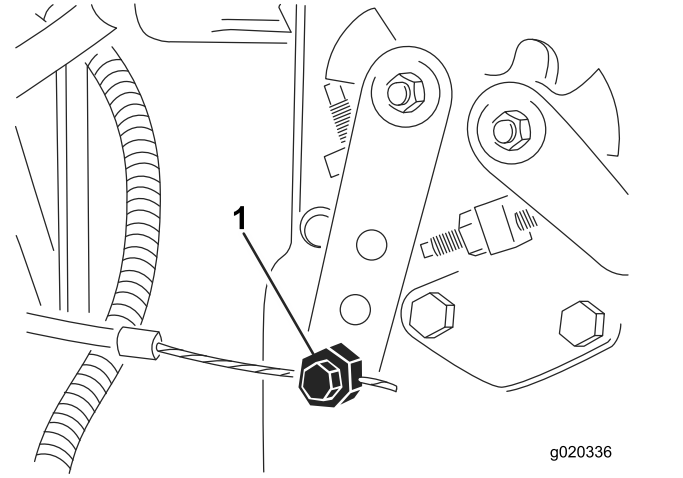

图 77
2. 拧松油门拉索接头接头位于喷射泵控制杆臂 (图 77) 上。